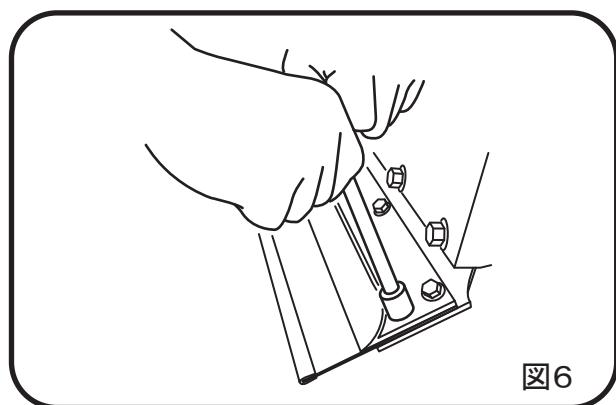

図6
(5) ボルトをしっかりと締め上げてブレードを固定して下さい。(図6)